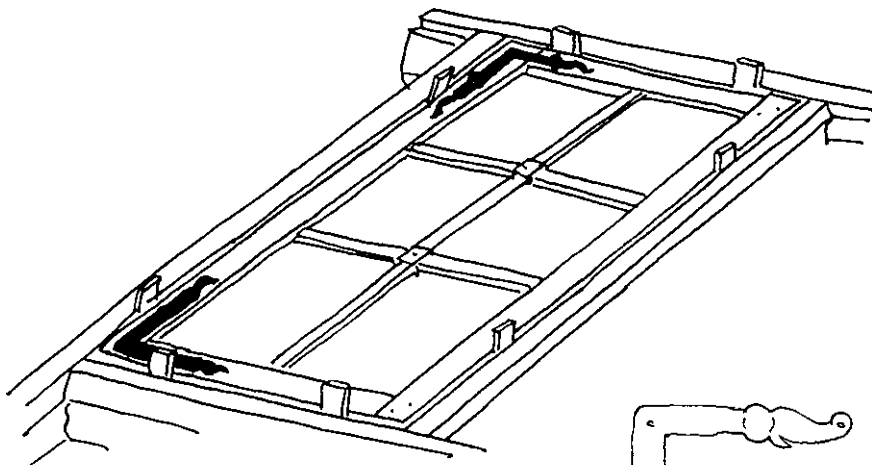

Fig. 23. Spiking av beslag.
- När fönsterbågen är mallad i karm är det dags att spika beslagen (fig. 23).